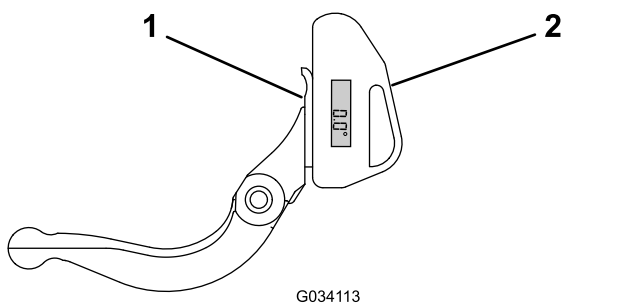

Figura 25
1. Coloque el indicador de ángulo en el lado inferior de la contracuchilla, según se muestra en Figura 25.